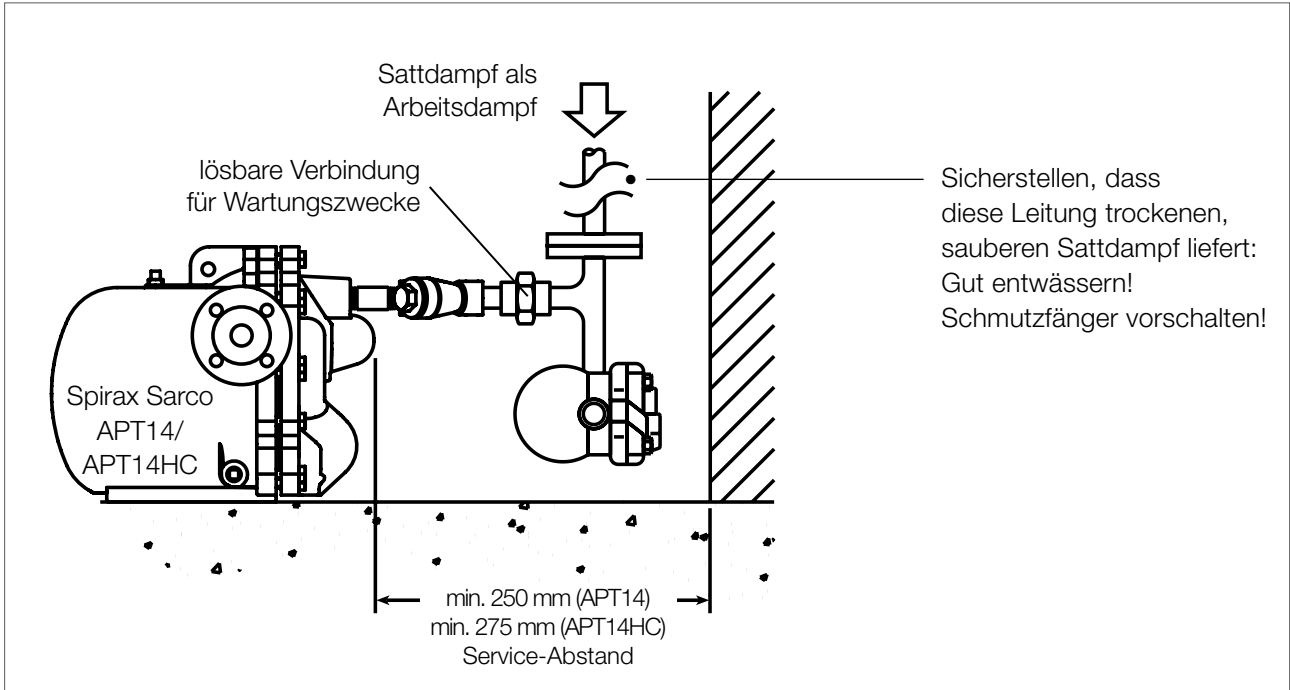
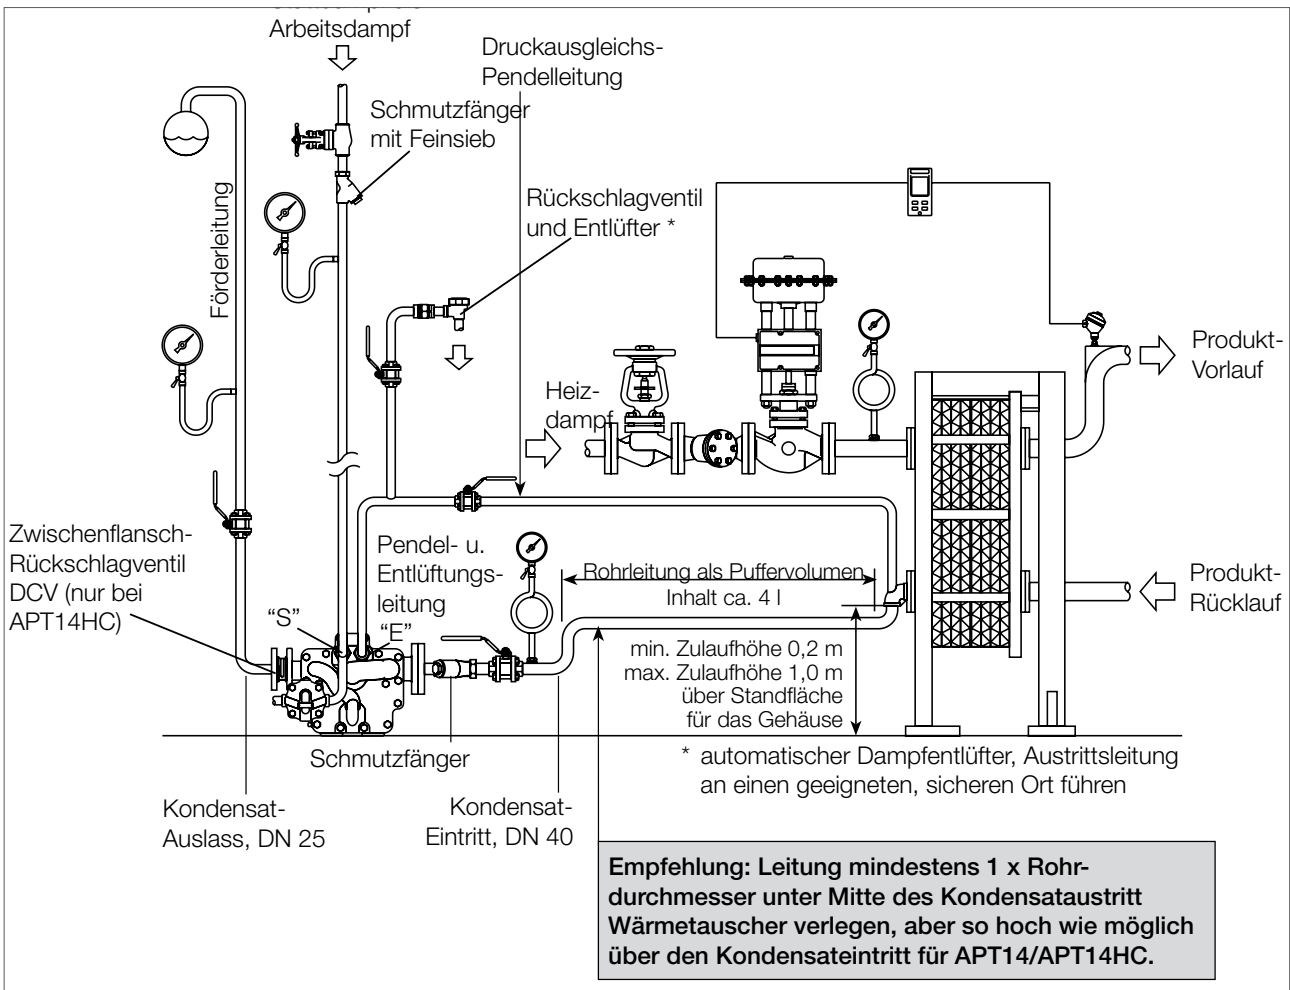

Bild 3: Empfehlung zum Anschluss der Arbeitsdampfleitung
Bild 4
2.3 Anschlüsse (siehe Bild 3 und 4)
Hauptanschlüsse Flansche PN 16 waagrecht gegenüberliegend: Kondensateintritt DN 40 (APT14) bzw. DN 50 (APT14HC), Kondensataustritt DN 25 (APT14) bzw. DN 40 (APT14HC), Durchflusspfeil in Fließrichtung zeigend. Nebenschlüsse Rp 1/2, zylindrisches Innengewinde EN10226-1: Anschluss mit Kennzeichnung "S" für Arbeitsdampf zum Antrieb im Pumpen-Modus. **ACHTUNG:** Es ist wichtig, dass die Arbeitsdampfleitung unmittelbar vor der Anschlussstelle an den APT14/APT14HC über einen Kondensatableiter gut entwässert wird und der Arbeitsdampf durch einen vorgeschalteten Schmutzfänger mit Feinsieb gereinigt wird (siehe Bild 4). Anschluss mit Kennzeichnung "E" für Anschluss der Druckausgleichsleitung (Pendelleitung), welche zum Wärmetauscher-Ausgang zurückgeführt werden muss. Die Pendelleitung dient gleichzeitig als Entlüftungsleitung und muss über einen automatischen Dampfentlüfter mit vorgeschaltetem Rückschlagventil entlüftet werden. Die Pendelleitung ist über dem Niveau des Wärmetauscher-Antritts zu verlegen.
Es wird empfohlen Manometer zur Druckanzeige in der Antriebsdampf-, Kondensateinlass- und -auslassleitung zu montieren (siehe Bild 4).
- Nach komplettem Anschluss gemäß Bild 3 und Bild 4 kann der APT14/APT14HC wie folgt in Betrieb genommen werden: Absperrarmatur in der Arbeitsdampfleitung langsam (mehrere Minuten) öffnen. Es ist sicherzustellen, dass die Absperrarmaturen in der Pendelleitung und vor dem automatischen Dampfentlüfter voll geöffnet sind.